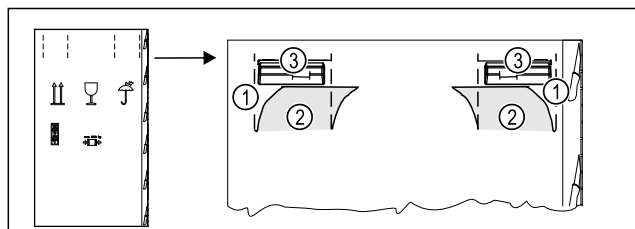

Fig. 6
- ▶ Wcisnąć górną część kartonu opakowaniowego w miejscu perforacji Fig. 6 (1).
- ▶ Wyciągnąć wciśnięte zakładki Fig. 6 (2).
- ▶ Uchwyt do przenoszenia Fig. 6 (3) jest widoczny po prawej i lewej stronie.
- ▶ Przytrzymać urządzenie za uchwyty do przenoszenia Fig. 6 (3).